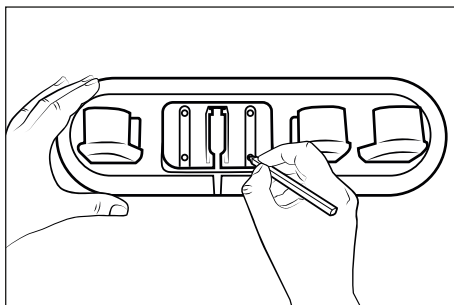

Fig. 5
- 3) Utilizzare il porta-accessori **17** per tracciare i quattro fori sulla parete (vedere fig. 5).